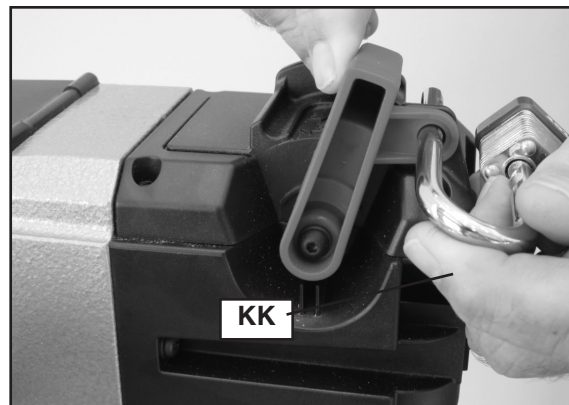

Fig. 23
**IMPORTANTE:** Cuando no utilice la máquina, el interruptor debe bloquearse en la posición de apagado ("OFF") con un candado (KK) Fig. 23 con argolla de 6,4 mm (1/4 pulg.) de diámetro, para evitar el uso no autorizado de la unidad.